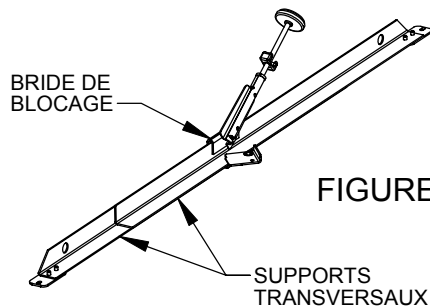
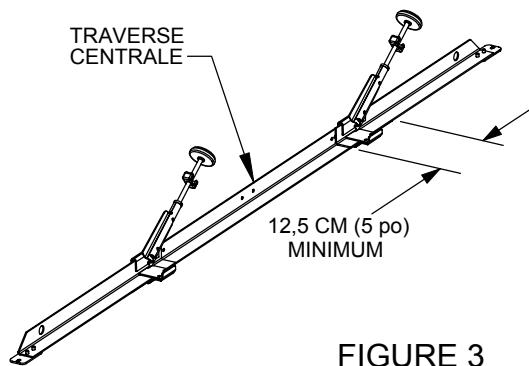

FIGURE 2
FIGURE 3
Étape 2. Pour modèles EL1 et ELM1 : Glisser les SUPPORTS TRANSVERSAUX dans la BRIDE DE BLOCAGE de manière à ce qu'ils se chevauchent. La BRIDE DE BLOCAGE doit être centrée sur le chevauchement. Voir la Figure 2. Pour modèles EL2 et ELM2 : La TRAVERSE CENTRALE doit être placée entre les SUPPORTS TRANSVERSAUX et chevaucher à l'extérieur de chaque SUPPORT TRANSVERSAL. La BRIDE DE BLOCAGE doit être fixée comme indiqué ci-dessus. Voir la Figure 3. *Remarque : Sur chaque modèle, le chevauchement doit être au minimum de 12,5 cm (5 po).*